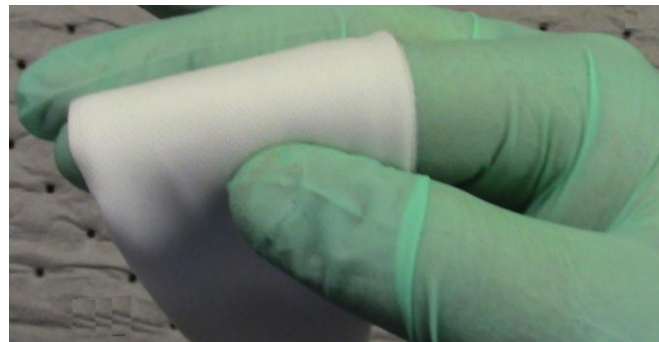

Рисунок 8-2: Зажмите салфетку между пальцами
2. Разместите салфетку между пальцами, Рисунок 8-2, и расположите параллельно голове в задней части каретки.